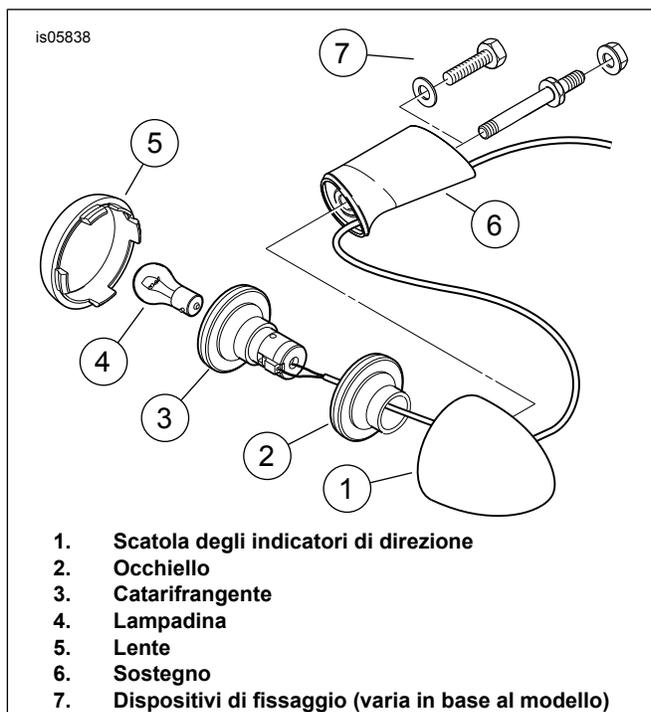

Figura 4. Indicatori di direzione posteriori (tipico)
6. Vedere Figura 4. Rimuovere la lente (5) da uno dei gusci degli indicatori di direzione posteriori (1).
3. Continuare a tirare i fili degli indicatori di direzione attraverso il foro (7), guidando il relativo catarifrangente (Figura 4, elemento 3) e l'occhiello (2) nella scatola degli indicatori di direzione.
4. Avvitare la scatola degli indicatori di direzione (1) sull'estremità filettata della barra degli indicatori di direzione, prestando attenzione a non torcere i fili. Lasciare la scatola degli indicatori di direzione fissata in modo lasco alla barra.
5. Installare la lampadina (4) e la lente (5). Contrassegnare con "destra" o "sinistra", secondo il caso, la nuova estremità del filo conduttore dell'indicatore di direzione. L'indicatore di direzione di destra ha cavi neri (BK) e marroni (BN). L'indicatore di direzione di sinistra ha cavi neri (BK) e viola (V).